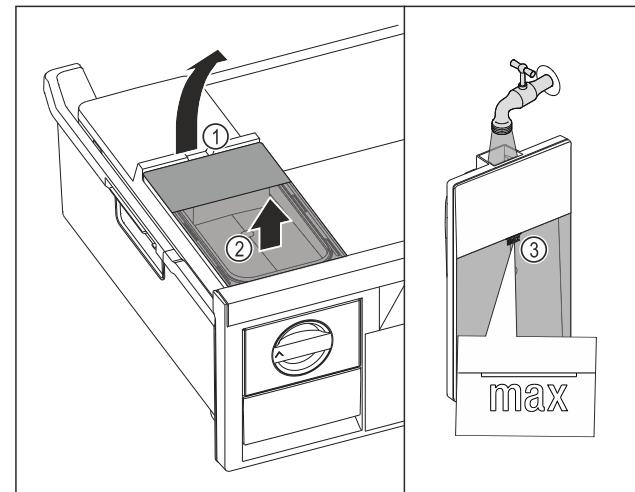

Fig. 98
- Поднимите бак для воды за выемку Fig. 98 (1).
- Извлеките бак для воды движением вверх. Fig. 98 (2)
- Наполните бак для воды питьевой водой до отметки Fig. 98 (3).